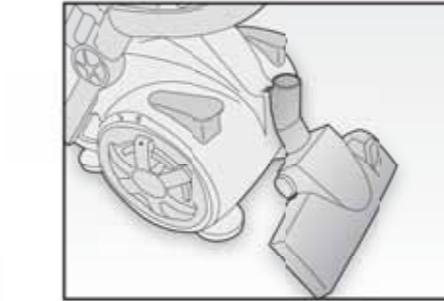

Fig. 5
Riporre quindi l'apparecchio, inserendo eventualmente la spazzola pavimenti (M) nel relativo gancio posto nella parte posteriore dell'apparecchio (FIG. 5).